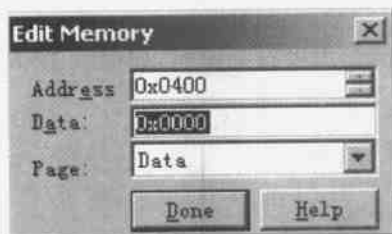

图 3.6 存储器编辑对话框
(1) Find in Files 能够在多个文本文件中查找特定的字符串或表达式。
(2) Go To 能够快速定位并跳转到源文件中的某一指定的行或书签处。
(3) Memory→Edit 编辑存储器的某一存储单元。单击该命令,将打开如图 3.6 所示的对话框。对话框中是指修改地址在数据段 0x0400 处的存储器的值。